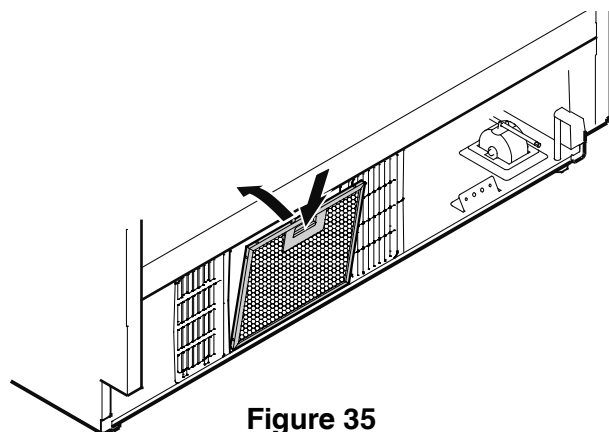

Figure 35
Montage de la grille de ventilation - Figure 35, 36
2. Ôter le film protecteur bleu du filtre à poussière fourni et insérer le filtre dans son emplacement dans le coup-de-pied comme à la **Figure 35**. Apposer le filtre sur le bas, appuyer sur le bouton et encliqueter le filtre.